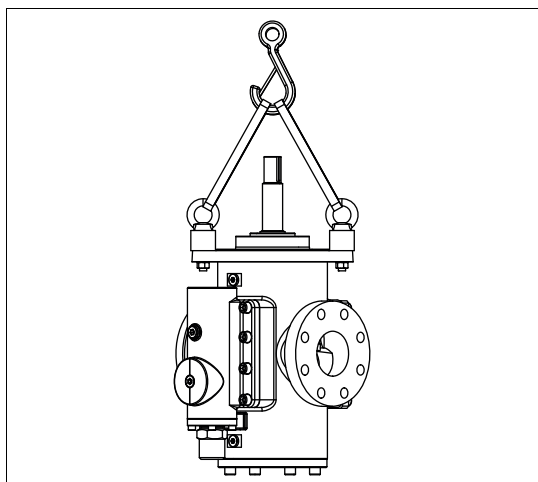

Fig. 1 Fixation des engins de levage (image de principe)
1. Visser des vis à anneau de levage dans deux trous de fixation sur la face opposée du couvercle à bride, voir Fig. 1, page 17.